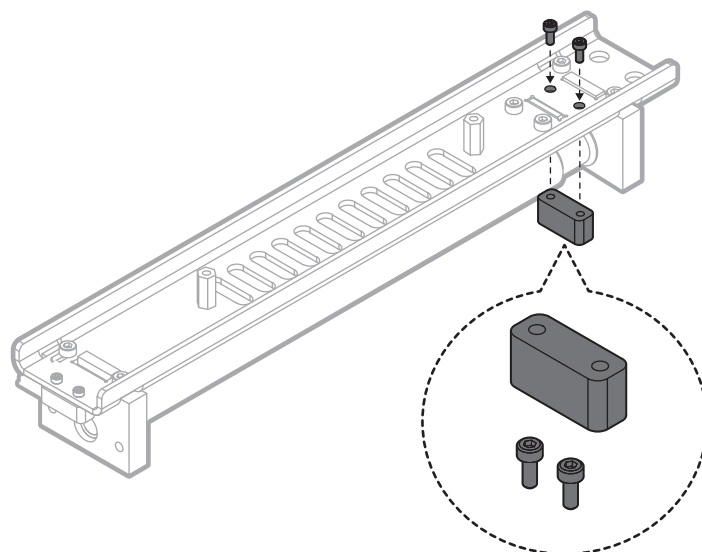

Abb. 10 Schrauben der Gleitplatte an den Recoater.
21. Schraube die Gleitplatte anstelle von dem Recoatersockel. Verwende die zwei M3x6mm Schrauben aus dem Kit und den 2.5 mm Inbusschlüssel (Abb. 10).